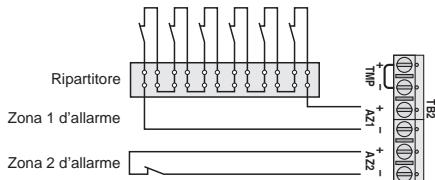

Fig. 6 Segnalatori d'apertura (contatti reed) per finestre e porte
Il collegamento dei sensori d'apertura è rappresentato alla pagina successiva in fig. 6.
- Per collegare più segnalatori in una zona d'allarme, impiegare un ripartitore (vedi fig. 6, zona 1 d'allarme).